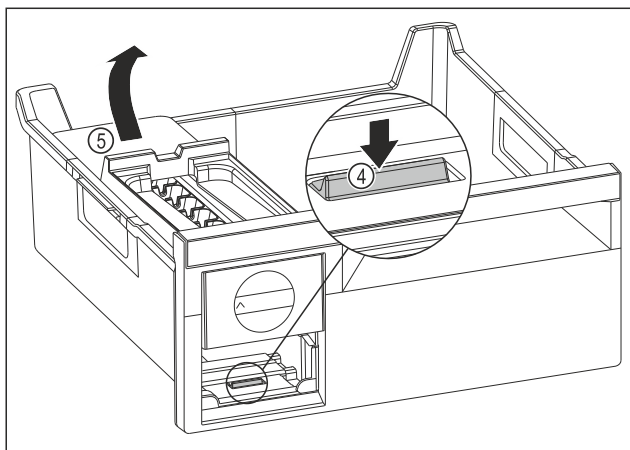

Fig. 77
- Vyjmutí korpusu EasyTwist-Ice: Lamelu Fig. 77 (4) zatlačte prstem směrem dolů a zároveň nadzvedněte druhou rukou korpus EasyTwist-Ice Fig. 77 (5) zezadu.